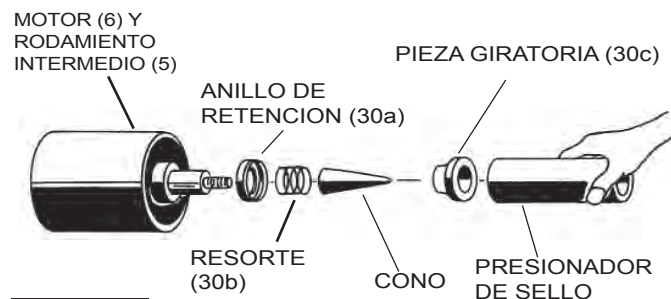

FIGURA 3
Inserte el anillo de retención del sello (30a) junto con el resorte (30b) sobre el eje del motor hasta que se asiente. Aplique un poco de aceite (NO use grasa) en el eje del motor y la superficie interior de la pieza giratoria (30c) y la bala del ensamble del sello (consulte la lista de piezas-Juego de herramientas para el sello). Coloque la bala sobre el roscado del eje con la superficie recubierta apuntando hacia afuera, presione la pieza giratoria (30c) usando un Aparato para empujar sellos (consulte la lista de piezas-Juego de herramientas para el sello) sobre el eje y dentro del ensamble intermedio (5) hasta que se asiente contra el borde del eje, vea la FIGURA 3.